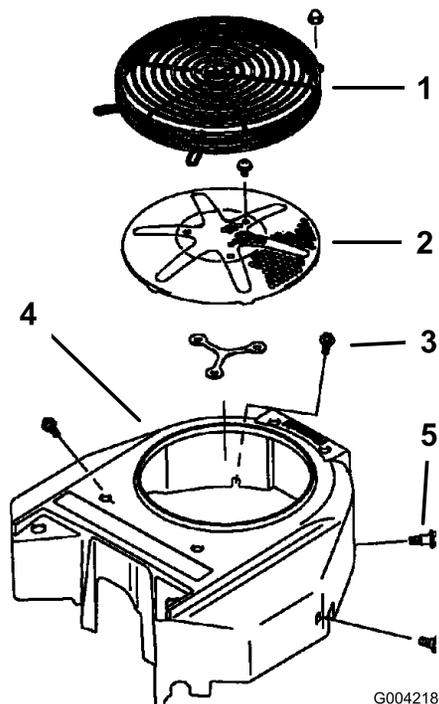

Рисунок 83
3. Снимите решетку воздухозаборника, механический стартер и корпус вентилятора (Рисунок 83).
5. Установите решетку воздухозаборника, механический стартер и корпус вентилятора (Рисунок 83).